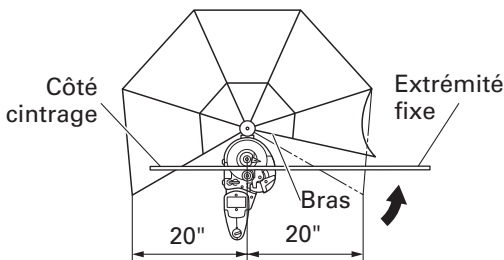

Fig. 21
- Installer la protection anti-flèche avec des barres béton de 20" (dimension intérieure de la protection anti-flèche) ou moins pour protéger les personnes autour de la cisailleuse/cintreuse au cas où la barre béton se briserait en éclats et dévierait pendant le cintrage. (Fig. 21)
(2) Bien installer la protection anti-flèche pour cintrer des barres béton d'une longueur de cintrage de 20" (dimension intérieure de la protection anti-flèche) ou moins et d'une longueur de fixation supérieure à 20". Dans ce cas, amener le bras sur le côté fixation, comme indiqué ci-dessous. (Fig. 21)